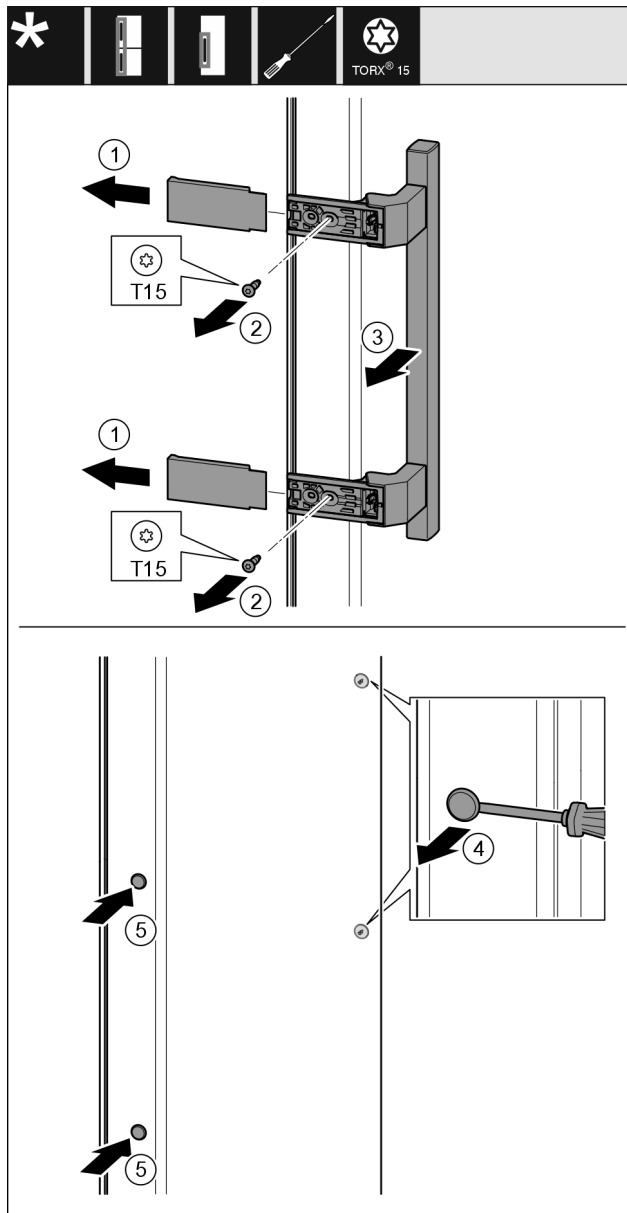

Fig. 19
- Hiqni kapakun mbulues Fig. 19 (1).
- Lironi vidat Fig. 19 (2) me një kaçavidë.
- Hiqni dorezën Fig. 19 (3).
- Ngrini lart me kujdes tapën anësore Fig. 19 (4) me një kaçavidë me kokë petë dhe nxirrreni jashtë.
- Vendosni sërish tapën Fig. 19 (5) në anën tjetër.